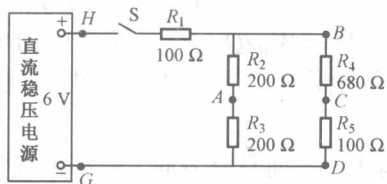

图 1.2.3 实验 2 电路
- (1) 在实验台上按图 1.2.3 连接好电路。
- (2) 检查电路，连接无误后，将直流稳压电源电压调至与电路需求电压相同，并接入电路中。
- (3) 用万用表进行测量（量程调至 10 V 以下直流挡）。
- ① 以 D 点为参考点，分别测量 A、B、C、H、G 各点电位值及电压值 U_{HB} 、 U_{BA} 、 U_{BC} 、 U_{CD} 、 U_{DA} 、 U_{HG} ，将测量数据记入表 1.2.3 中。
- ② 以 A 点为参考点，重复步骤①。